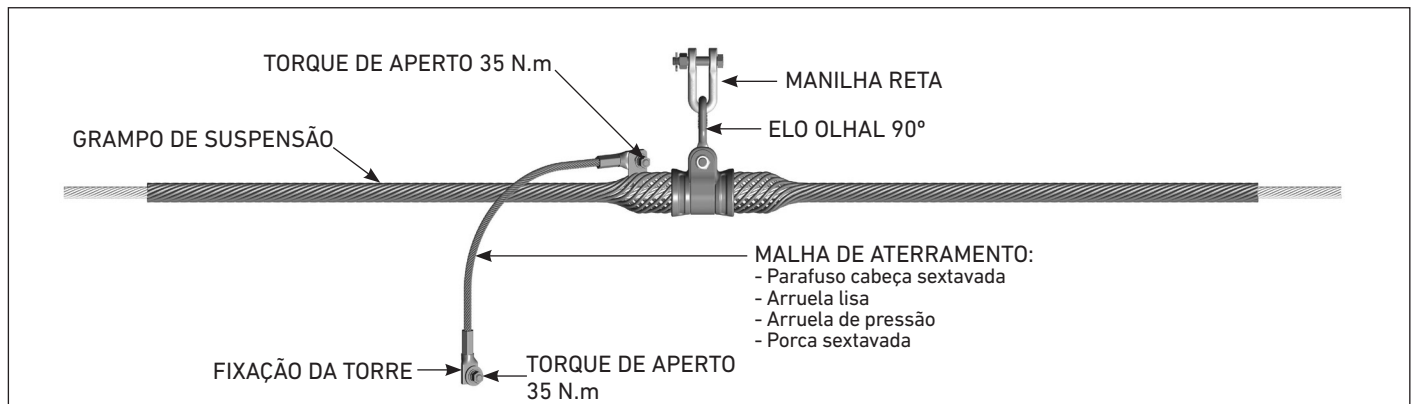

FIGURA 13
4.01 Para aplicação de todos componentes do Conjunto de Suspensão, proceda conforme a figura 13.